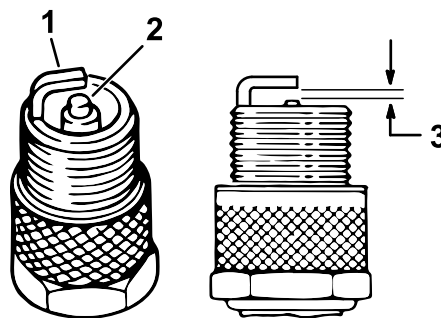

Figure 40
4. Vérifiez l'état des électrodes latérale et centrale, ainsi que de l'isolateur de l'électrode centrale (Figure 40).
5. Réglez l'écartement des électrodes centrale et latérale à **1 mm (0,04 po) pour les modèles EFI** ou **0,76 mm (0,03 po) pour les modèles à carburateur** comme montré à la Figure 40.